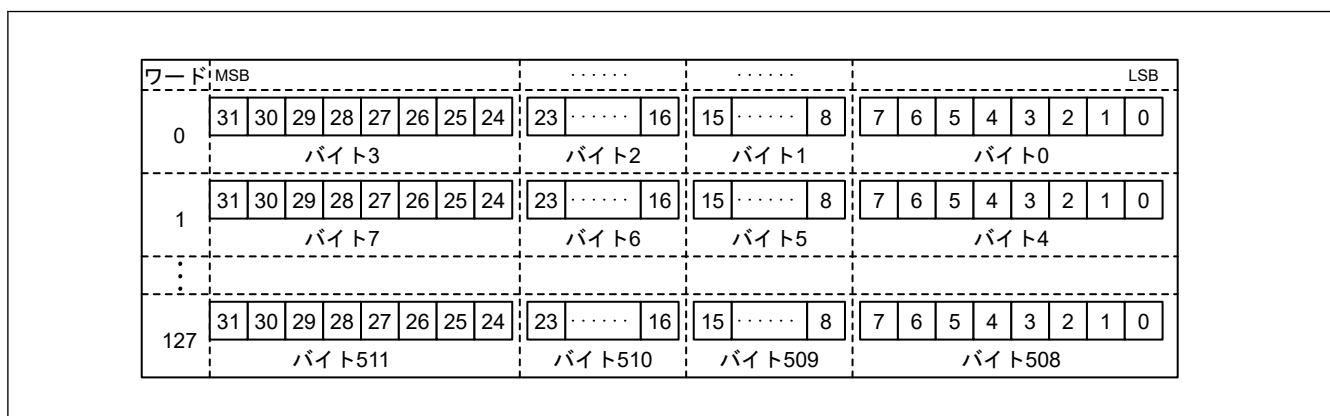

図 36.5 SD_BUF 格納データ
3. SD_BUF に格納されたデータが SD_BUF0 から読み出される (図 36.5 を参照)。